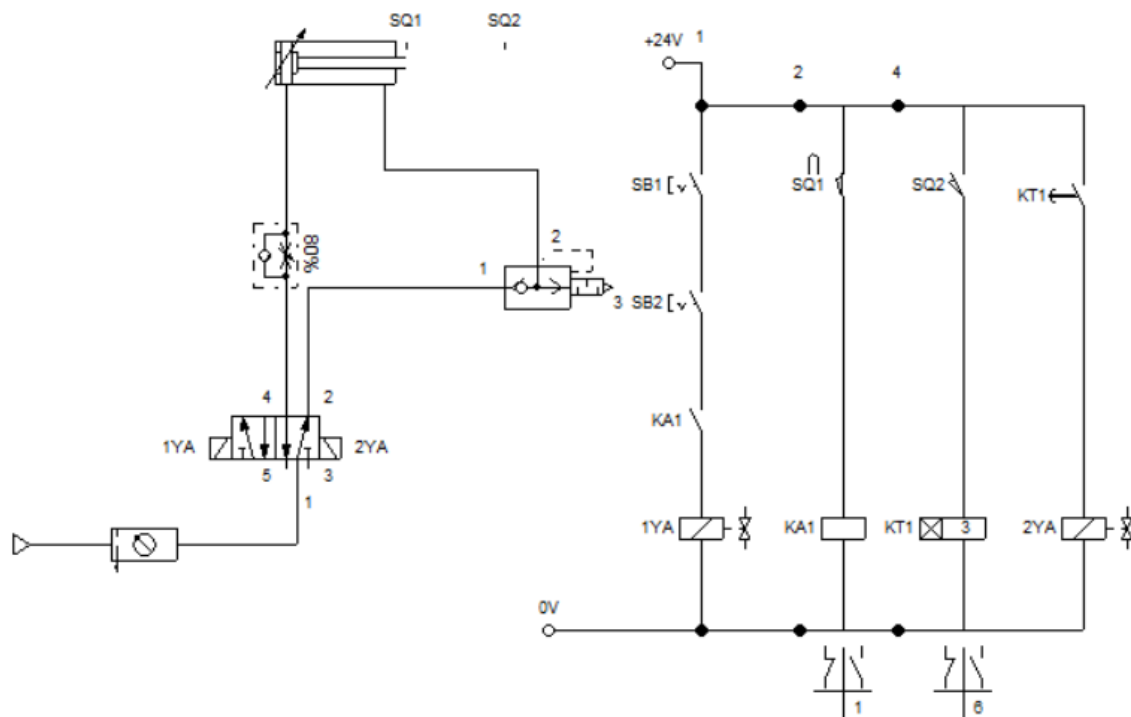

图 H 7 电控切断装置气动回路和电气控制线路
(1) 任务描述 安装并调试电控切断装置气压系统。气动回路图和电气回路图如下图 H 7 所示。